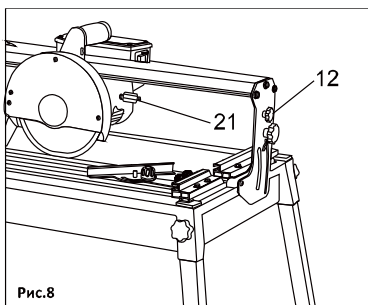

Рис.8
- Ослабьте крепительную гайку (12, Рис. 8).
- Снимите опорный винт (21, Рис.8). Рис. 8